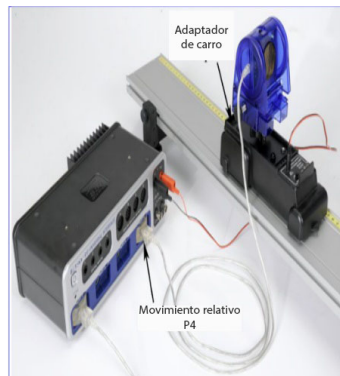

Figura 5.3: Carro motorizado con sensor de movimiento.
2. El sensor de movimiento en el carro motorizado debe ser conectado al puerto 4 del PASPORT como se muestra en la Figura 5.3 . Conectar el cable de alimentación del carro motorizado a la salida 1 y verificar de que esté apagado (off external setting).